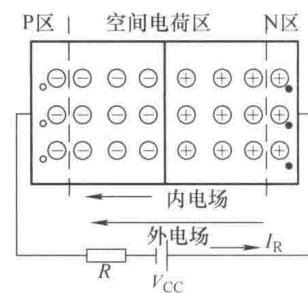

图 1-20 外加反向电压时的 PN 结
(2) PN 结外加反向电压时处于截止状态 图 1-20 所示为当外加电源的正极接在 PN 结的 N 区，负极接在 PN 结的 P 区时，称 PN 结加反向电压或反向偏置。这时外加电压的方向与内电场方向相同，使空间电荷区厚度变宽，阻止扩散运动的进行，同时更容易产生少子的漂移运动，这也打破了 PN 结原来的平衡状态，从而形成反向电流 I_R 。由于少子的浓度很小， I_R 值很小，一般为微安级。此时 PN 结由于呈现出很大的电阻，可认为它基本不导电，称为反向截止。反向电流还具备一个特点：在一定温度下，由于少子的数量基本恒定，当电压在一定范围内变化时，电流值趋于恒定，这时称反向电流为反向饱和电流，用 I_S 表示。但当电压过大时，外电场将从共价键中拉出大量的电子，使载流子的数目激增，电流增加到很大，这就是 PN 结的反向击穿。